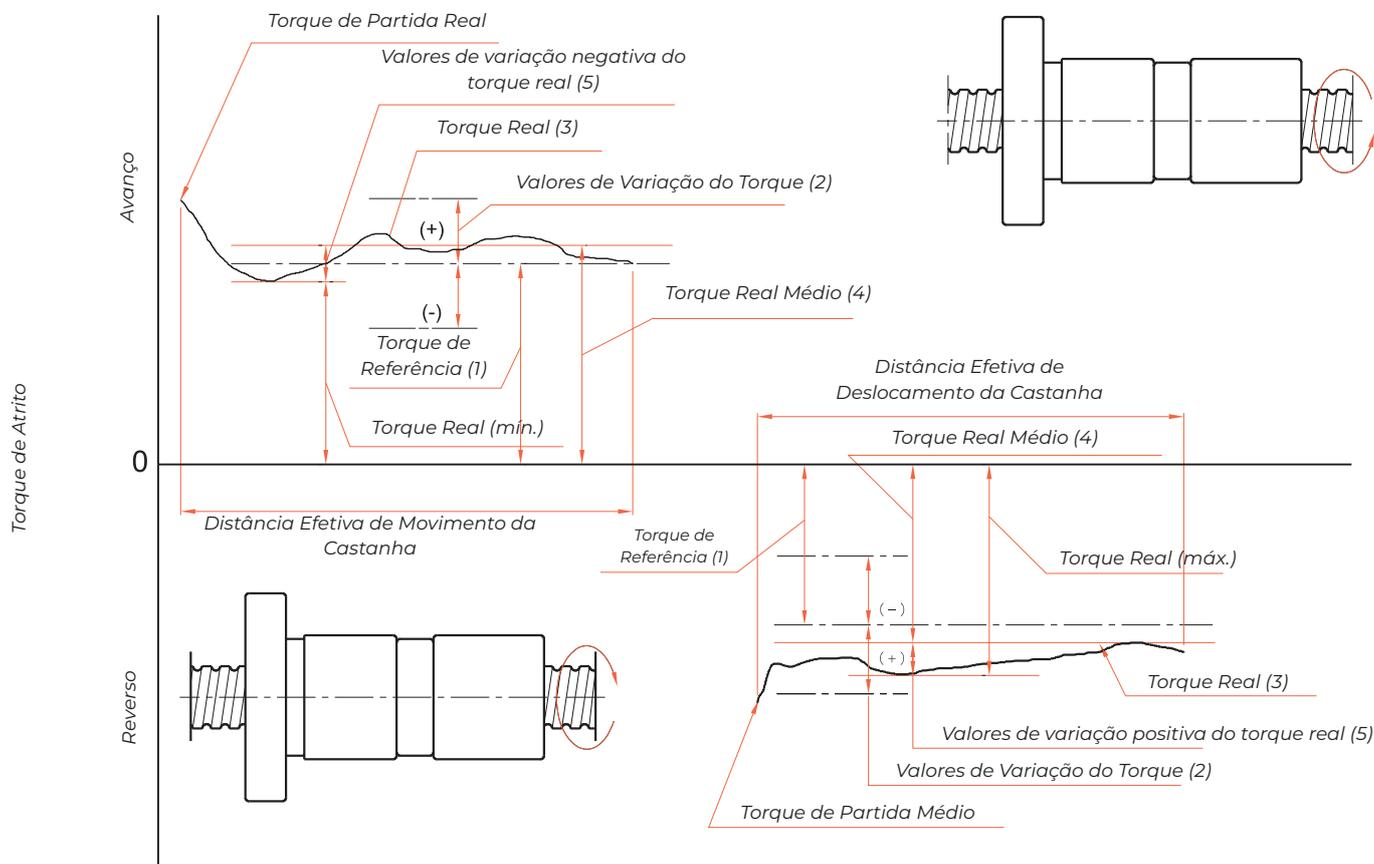

Fig. 1.3.3: Descrições do Torque de Pré-Carga
- **Torque de Referência:** O torque dinâmico de pré-carga alvo (ver Fig. 1.3.3-(1)).
- **Valores de Variação do Torque:** Os valores de variação das taxas de variação do torque de pré-carga alvo são especificados geralmente com base em normas JIS, como indicado na Fig. 1.3.3.